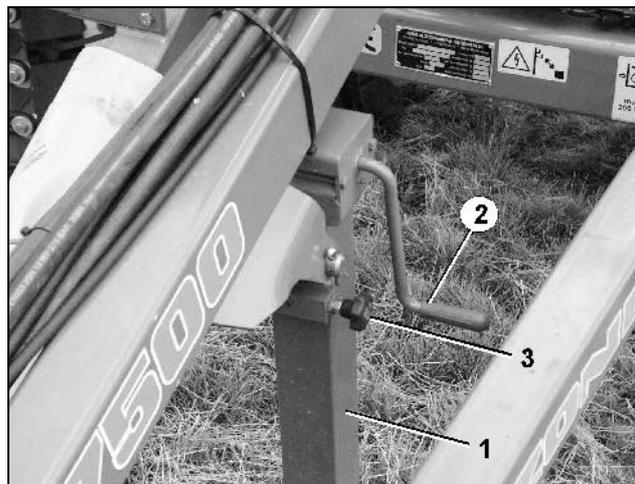

Fig. 18
Colocar el pie de apoyo (Fig. 18/1) en posición de transporte:
- Subir el pie de apoyo dando vueltas de manivela (Fig. 18/2).
- fijar con el perno (Fig. 18/3) y